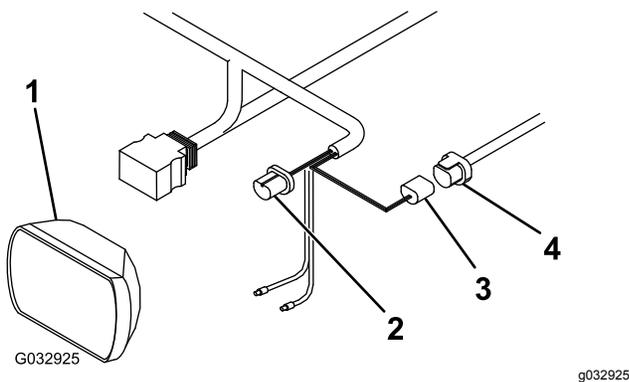

Bild 16
1. Nehmen Sie den Kabelanschluss hinten am linken Scheinwerfer des Fahrzeugs ab (Bild 16).
2. Schließen Sie den blauen Anschluss vom langen Kabelbaum hinten am linken Fahrzeugscheinwerfer an (Bild 16).
3. Schließen Sie den schwarzen Anschluss vom langen Kabelbaum am vorher abgeschlossenen Anschluss am Fahrzeugkabelbaum an (Bild 16).